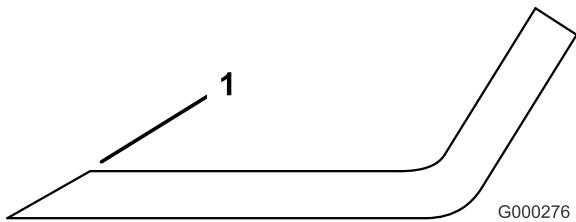

Figure 84
- Examinez les tranchants de toutes les lames et aiguissez-les s'ils sont émoussés ou ébréchés. N'aiguisez que le haut du tranchant et conservez l'angle de coupe d'origine pour obtenir une coupe nette (Figure 84). Limez la même quantité de métal sur chacun des deux tranchants pour ne pas déséquilibrer la lame.